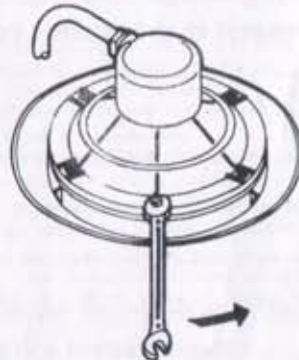

Fig. 9
2.3 To connect cable terminals to lamp, undo the nuts that secure the bulb housing to the faceplate. (Fig. 9).
2.3 Pour procéder à la connexion des manchettes du cable à l'ampoule, démonter les écrous qui maintiennent l'enjoliveur au fond du projecteur. (Fig. 9).
2.3 Para proceder a la conexión de las terminales del cable a la lámpara, desmontar las tuercas que fijan el aro embellecedor al fondo foco. (Fig. 9).
2.3 Per collegare i terminali del cavo alla lampada, smontare i dadi che fissano l'anello decorativo del fondo del focolo come lo mostra la (Fig. 9).
2.3 Zum Anschluss der Kabelenden an die Lampe die Muttern abschrauben, welche den Abdeckring am Scheinwerferkörper befestigen (Fig. 9).
2.3 Para proceder à ligação dos terminalis do cabo à lâmpada, desenroscar as porcas que fixam o aro embelezador ao fundo do focolo, como mostra a (Fig. 9).